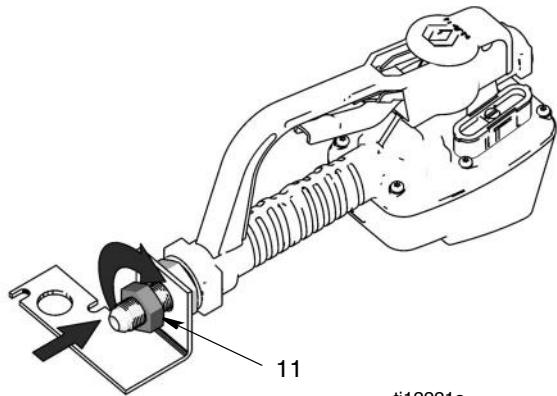

Рис. 8
- c. Навинтите гайку (11) (Рис. 8). Затяните пальцами.